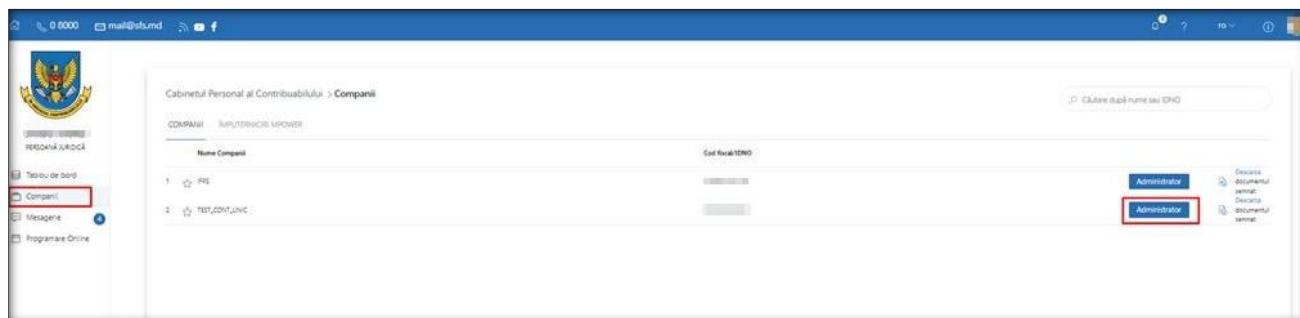

Figura 3 - Modulul: „Companii,, din SIA „Cabinetul Personal al Contribuabilului” (SIA „CPC”) pentru utilizatorul cu rol business: „operator CAT”
4. Din modulul: „Companii” se va accesa pe denumirea rolului deținut în companie pentru accesarea din contul de utilizator a serviciului cu denumirea SIA „Monitorizarea Electronică a Vânzărilor” (vezi Figura 3, 4).